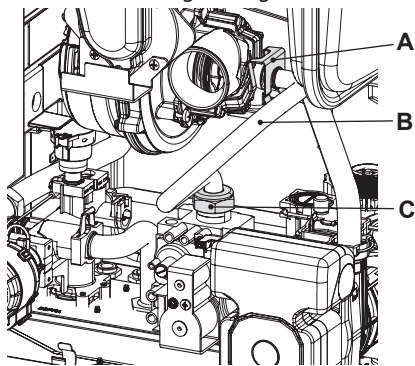

Figura 8.1
- Togliere la forcina A, svitare il girello Ced estrarre il tubo del gas B (Figura 8.1).
Attenzione per rimontare eseguire le operazioni effettuate in senso inverso, stando attenti a non rovinare la guarnizione OR del tubo gas quando si inserisce il tubo nell'aerotech ed eseguire la prova di tenuta gas dopo aver stretto il girello del tubo gas (Figura 8.1).